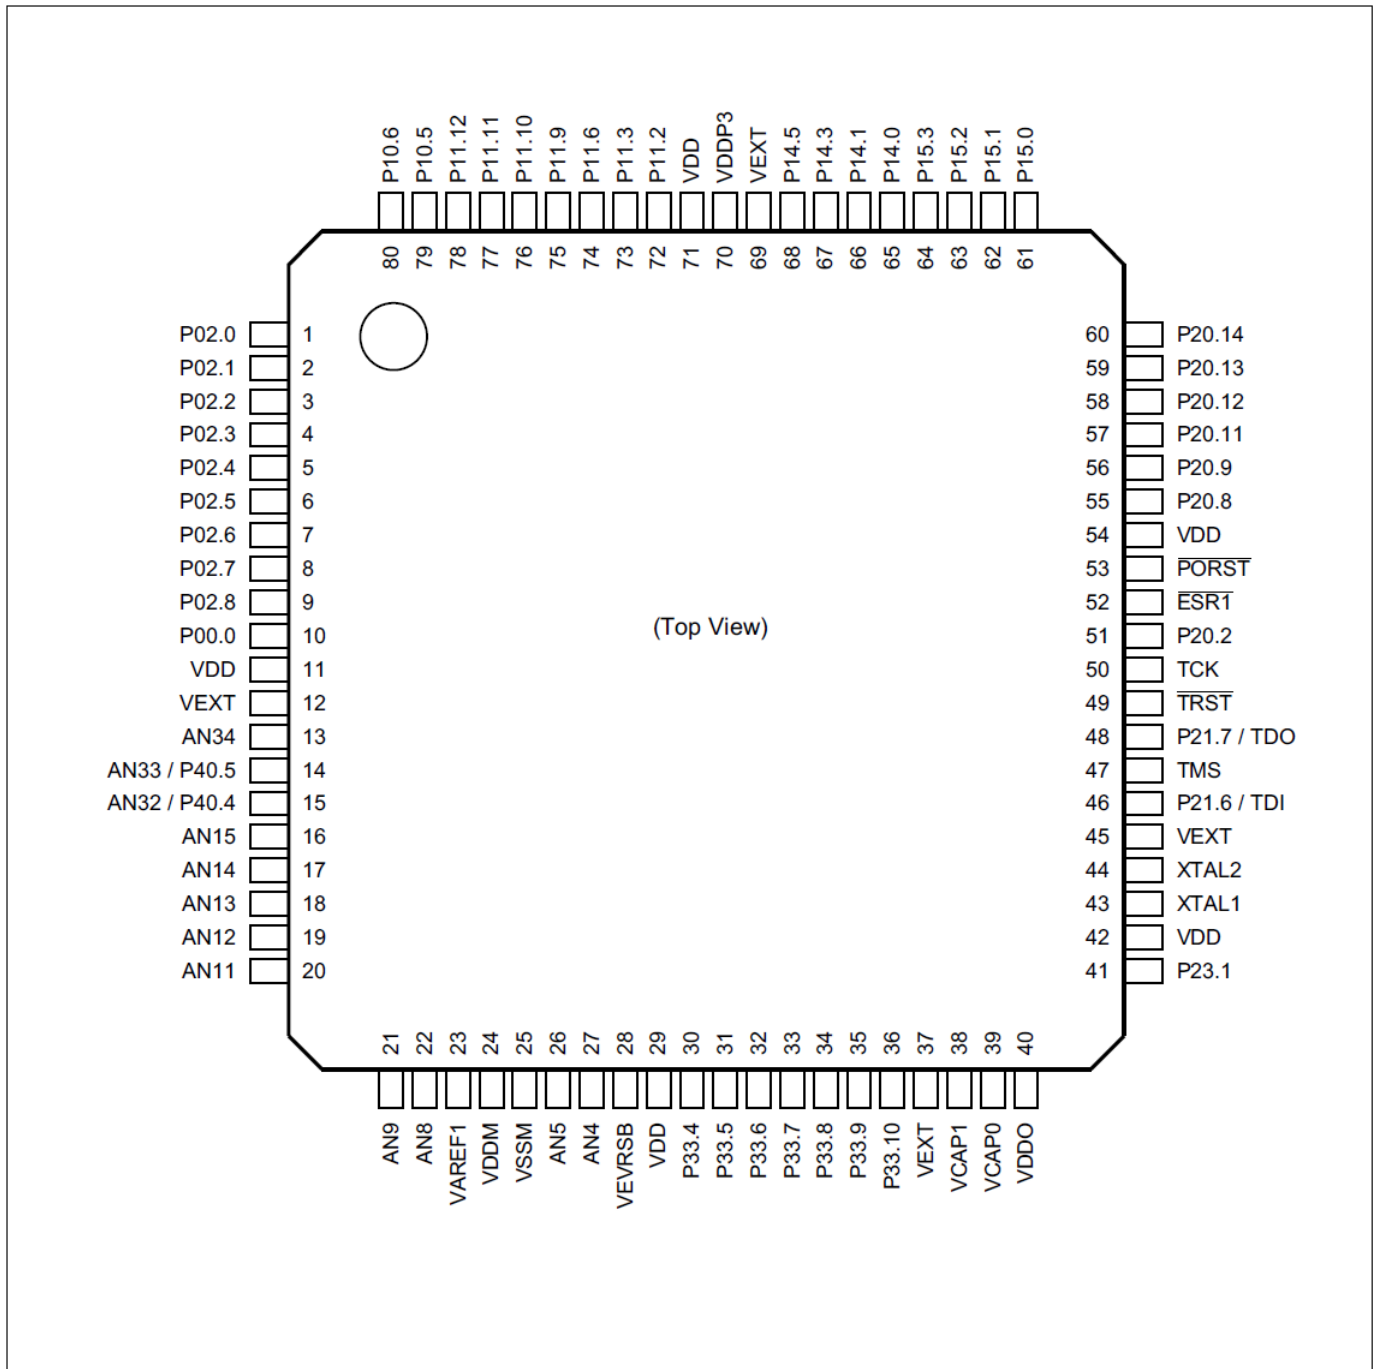

图 2-5 用于特性封装 L 和 LP 的 TQFP-80 封装变体的 TC33x/TC32x 逻辑符号
- TQFP-80 适用于特性封装 L 和 LP (图 2-5)